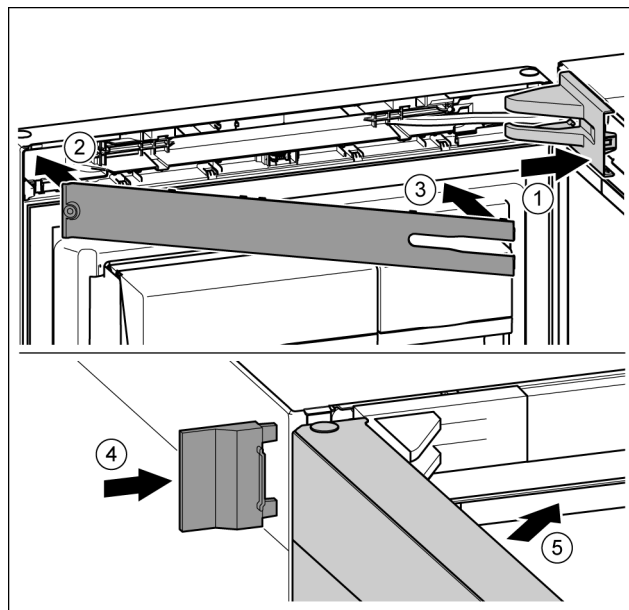

Fig. 23
- ▶ Așezați capacul suportului de lagăr și fixați în poziție, după caz, despărțiți cu precauție prin apăsare. Fig. 23 (1)
- ▶ Aplicați masca. Fig. 23 (2)
- ▶ Rabatați în interior masca și fixați-o în poziție. Fig. 23 (3)
- ▶ Montați capacul exterior. Fig. 23 (4)
- ▶ Închideți ușa superioară. Fig. 23 (5)